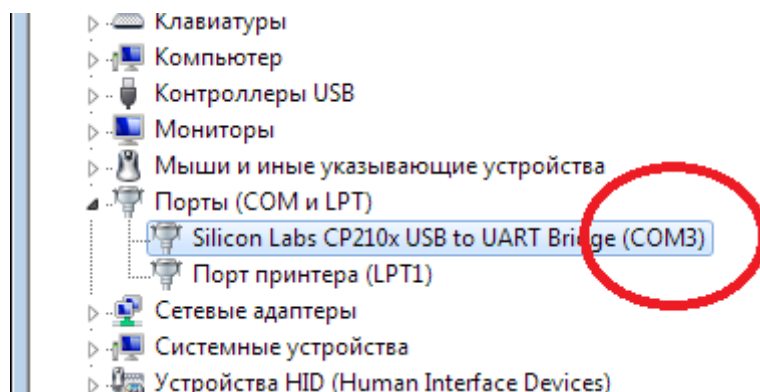

Рисунок 4.1. Чтение номера COM-порта подключенного UART-USB переходника
- (b) Считать COM-порт (см. Рисунок 4.1):